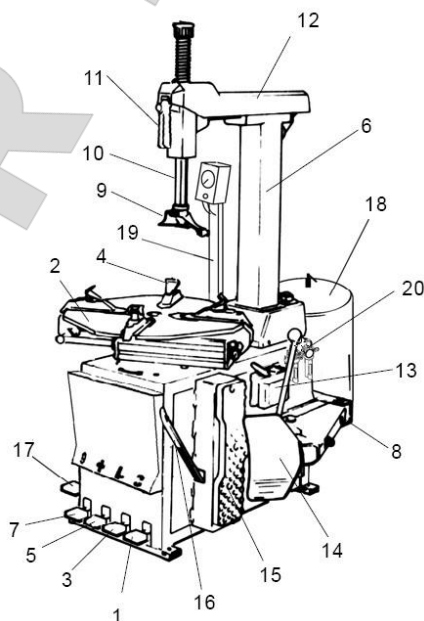

Рис. 2
- 1) Нажмите на педаль вращения стола (рис. 2,1), и поворотный стол повернется по часовой стрелке. Поднимите педаль - против часовой стрелки.
- 2) Вручную откройте отжимную лапу (рис. 2,8) и нажмите на педаль отжима покрышки (рис. 2,7). Отжимная лапа должна закрыться. При отпуске педали лапа должна вернуться в исходное положение
- 3) Нажмите на педаль управления кулачками (рис. 2,5) один раз, чтобы развести 4 кулачка. Нажмите еще раз, чтобы свести кулачки.
- 4) Одно нажатие на педаль наклона стойки (рис. 2,7) отклонит стойку в нерабочее положение, второе вернет стойку в рабочее положение
- 7) Убедитесь, что через каждые два-три движения педали в маслосборник падает капля масла (рис. 2, 3 или 7).
- 4) Нажмите на педаль отжима покрышки (рис. 2, 3) до упора, чтобы сработала лопата. Отпускайте педаль, когда лопата дойдет до конца своего хода, или когда покрышка отойдет от диска.
- 3) Нажмите на педаль наклона стойки (рис. 2, 7)- стойка отклонится в нерабочее положение
- 4) Поместите на поворотный стол колесо и закрепите его, нажав на педаль управления кулачками (рис. 2, 5)
- 8) Удерживая монтировку на месте, вращайте поворотный стол по часовой стрелке, нажимая на педаль вращения (рис. 2, 1), пока шина окончательно не сойдет с диска